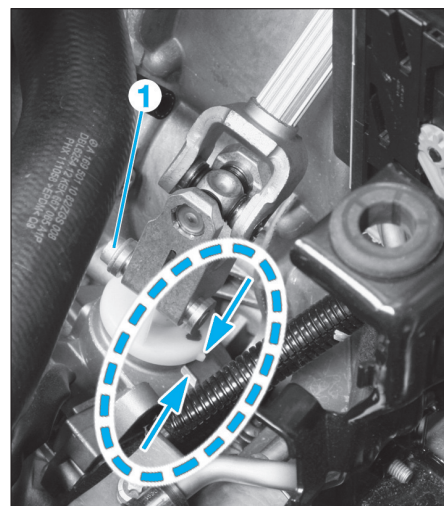

FIG. 3
- Vérifier la position médiane du boîtier de direction : le repère de l'arbre de colonne de direction doit coïncider avec celui du boîtier de direction (Fig.3).